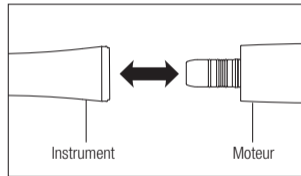

Fig. 1
- 1) Insérez l'instrument directement au moteur (Fig. 1).